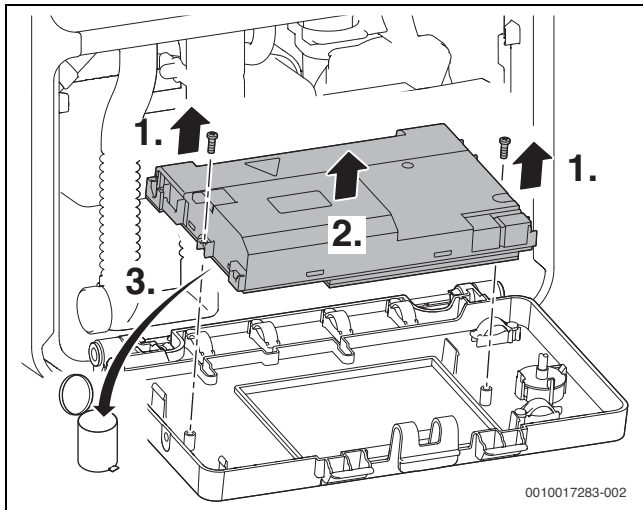

Fig. 73 Înlocuirea sistemului electronic al aparatului
- ▶ Rabatați echipamentul electronic în jos (→ fig. 73 pagina 45).